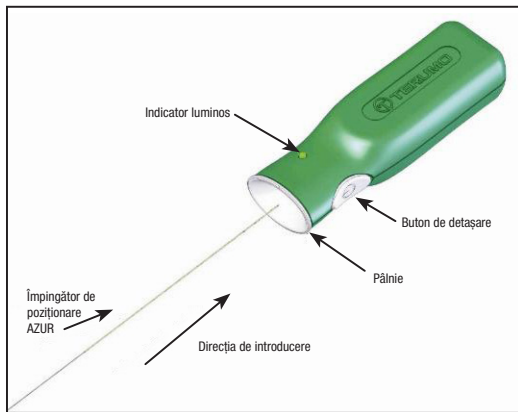

Figura 2 – Controler de detășare AZUR
- Înainte de utilizarea dispozitivului, îndepărtați capătul proximal al împingătorului de poziționare din bucla de ambalare. Aveți grijă să evitați contaminarea acestui capăt al împingătorului de poziționare cu substanțe străine, cum ar fi sângele sau substanțele de contrast. Introduceți ferm capătul proximal al împingătorului de poziționare în secțiunea de pâlnie a controlerului de detășare AZUR. Consultați Figura 2. **Nu apăsați butonul de detășare în acest moment.**
35. Conectați capătul proximal al împingătorului de poziționare la controlerul de detășare AZUR prin introducerea fermă a capătului proximal al împingătorului de poziționare în secțiunea de pâlnie a controlerului de detășare AZUR. Consultați Figura 2.